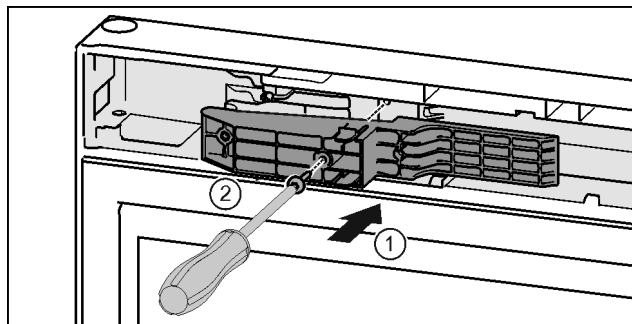

Fig. 48 *
- ▶ Поставете адаптерния елемент от страната на дръжката в прореза. Fig. 48 (1)*
- ▶ Затегнете винтовете с отвертка T15. Fig. 48 (2)*